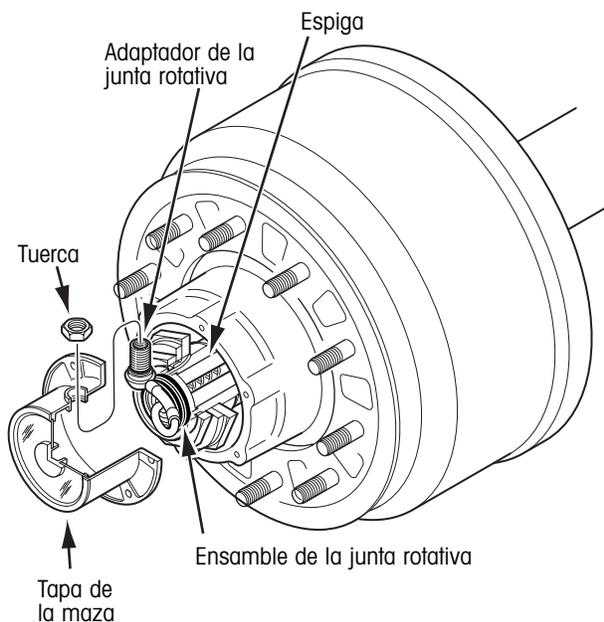

Figura 32. Desensamble del adaptador de la junta rotativa
1. Retire la tuerca del adaptador de la junta rotativa y quite la tapa de la maza (figura 32).